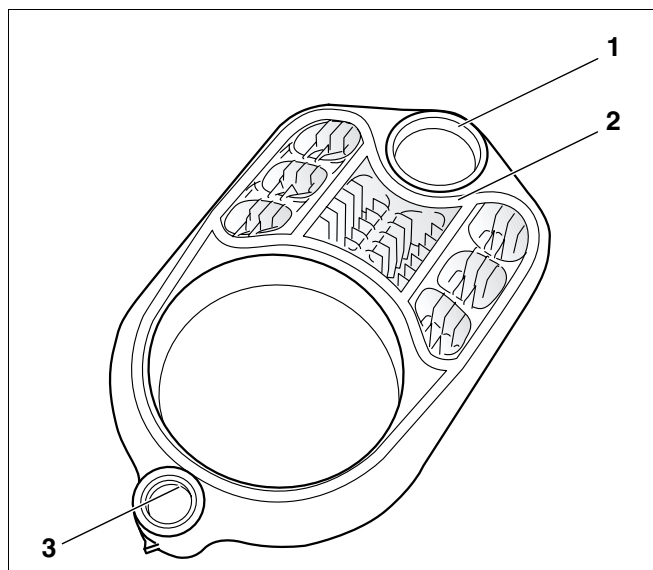

Fig. 13 Pregătirea primului element intermediar de cazan
- Nuturile de etanșare (Fig. 13, **Poz. 2**) trebuie să fie uscate și eventual, curățite.
- Suprafețele de etanșare ale butucului cazanului (Fig. 13, **Poz. 1** și **3**) se vor curăța cu o cârpă înmuiată în benzină.
- Suprafețele de etanșare ale butucului cazanului (Fig. 13, **Poz. 1** și **3**) se vopsesc cu miniu.
- Nuturilor de etanșare (Fig. 13, **Poz. 2**) se aplică un strat de adeziv.